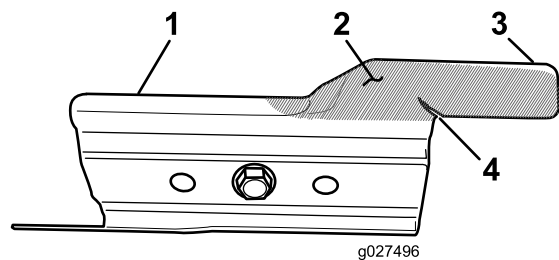

**Figure 28**
2. Enlevez le boulon de lame, la rondelle de blocage, l'accélérateur et la lame (Figure 28).